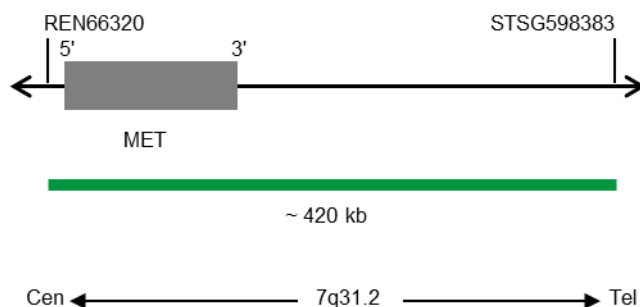

Abb. 1: SPEC MET Sondenlokalisation (nicht maßstabsgetreu)
- Digoxigenin-markierten Polynukleotiden (~1.1 ng/μl), die gegen Sequenzen in 7q31.2\* (chr7:116,298,989-116,718,699) gerichtet sind, welche die MET-Genregion enthalten (siehe Abb. 1).